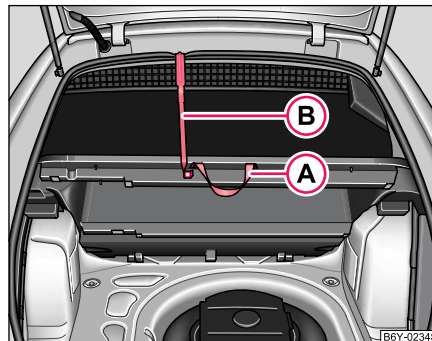

Fig. 173 Fixer le plancher du compartiment de chargement avec des crochets en plastique
- Soulever le plancher du compartiment de chargement au niveau de la poignée ① et le fixer avec le crochet en plastique ② (se trouve sous le plancher du compartiment de chargement) sur la découpe du hayon ⇒ fig. 173. ■